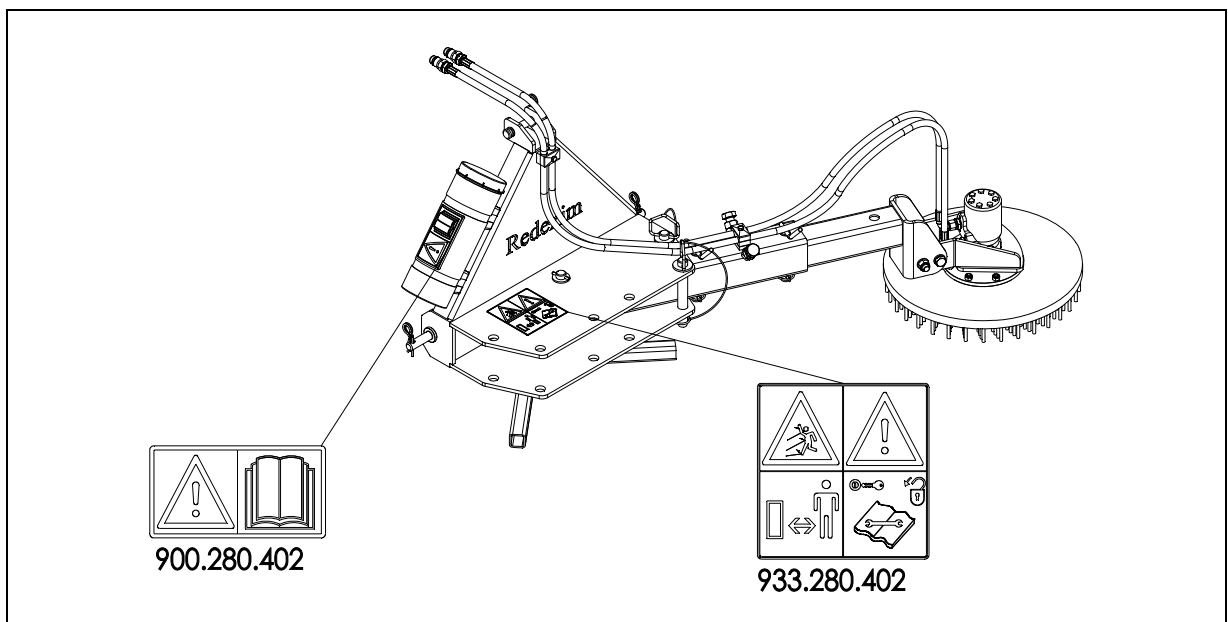

Fig. 5
Aan weerszijden van de Side-Brush zijn veiligheidsstickers (Fig. 5) aanwezig met een gelijklopende betekenis. Deze veiligheidsstickers moeten altijd goed zichtbaar en leesbaar zijn en moeten, wanneer deze beschadigd zijn, worden vervangen.
- (7) Plaatsing veiligheidsstickers. (Fig. 5)